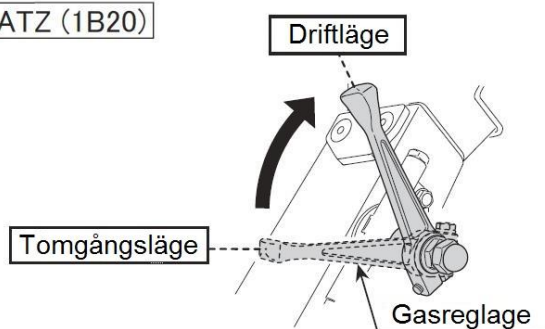

Fig.16
1. Starta vibratorn genom att snabbt och bestämt föra upp gasreglaget till driftläget. När motorns varvtal ökar börjar centrifugalkopplingen greppa, om varvtalet ökar långsamt kommer kopplingen att slira vilket sliter på kopplingen och kan skada den. (Fig. 16)